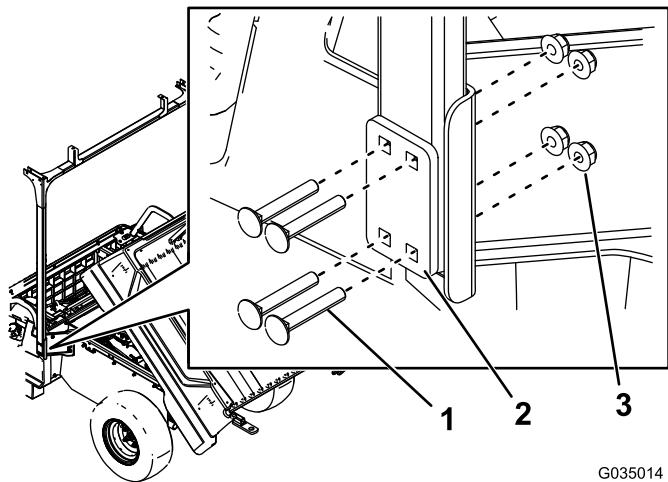

Bild 7
4. Befestigen Sie die hinteren Rohre lose mit acht Schlossschrauben (5/16" x 2"), zwei Befestigungsplatten und acht Muttern (5/16") an den hinteren Schleifenhalterungen, wie in **Bild 7** abgebildet.